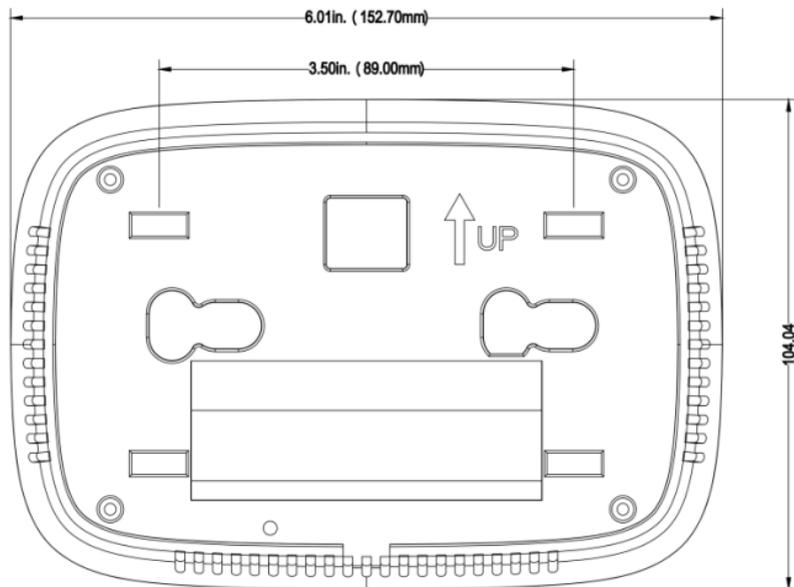

Fig. 2 Lakepro-1 Dimensiones traseras en pulgadas (mm) del Lakepro-1
2. Lakepro-1 Dimensiones traseras. Ver Fig. 2.